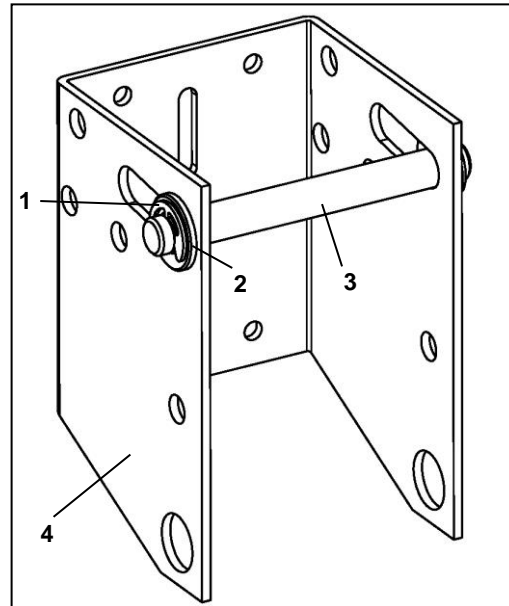

Bild 6
1. Sicherungsring (1) und Scheibe (2) am Verriegelungsbolzen (3) lösen. Verriegelungsbolzen (3) aus der Öffnerhalterung (4) herausnehmen (**Bild 6**).